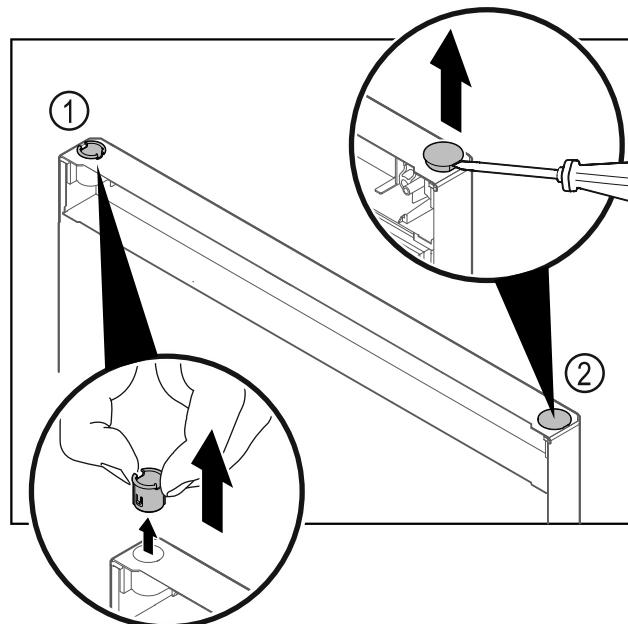

Fig. 30
- ▶ Pušo tečaja Fig. 30 (1) snemite s prsti.
- ▶ S ploščatim izvijačem previdno dvignite krovni čep Fig. 30 (2) in ga izvlecite.